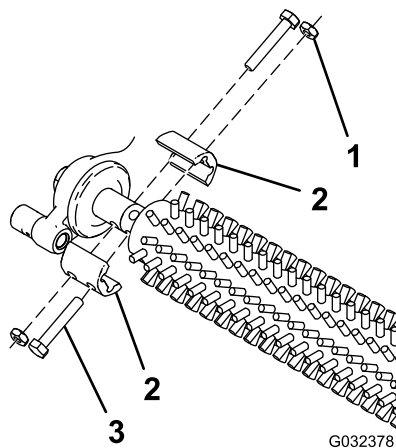

Bild 10
- Verwenden Sie die vier vorher entfernten Schrauben, Klemmmuttern und Wellenklemmen und befestigen Sie die Groomerbrüste an beiden Seiten der Maschine (Bild 10).